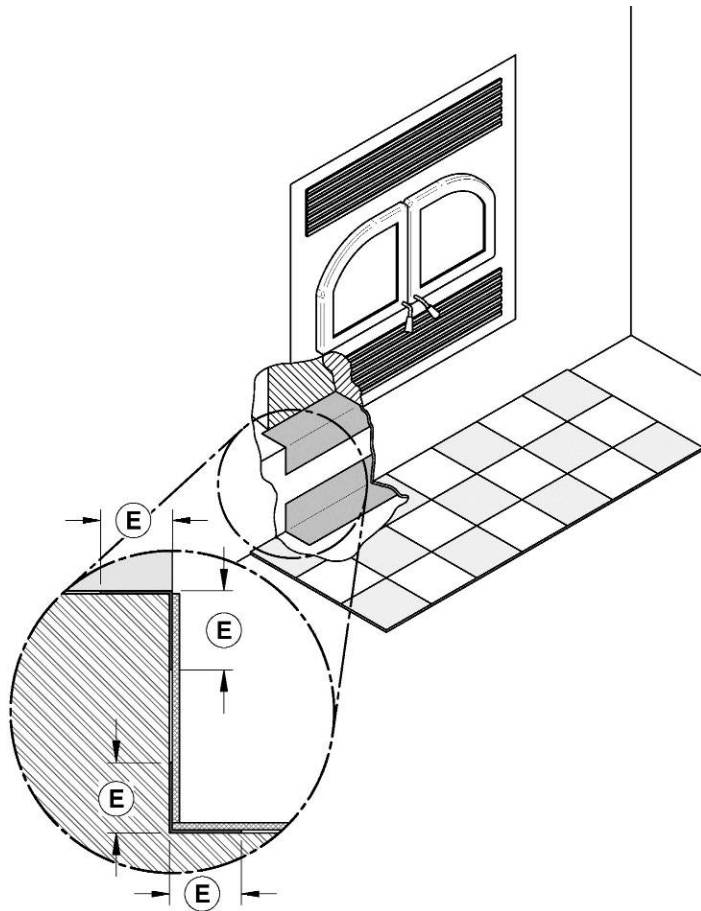

Figure 14 : Installation sur une base surélevée de plus de 4"
Les coins supérieur et inférieur, pour toute la largeur de l'extension de l'âtre, doivent être protégés de 2" horizontalement et 2" verticalement (E) par un matériel non-combustible (Voir Figure 14 : Installation sur une base surélevée de plus de 4"). Par exemple, une plaque de métal pliée (non fournie). Mis à part ces deux coins, la plaque de métal n'a pas à couvrir le reste du mur entre la base du foyer et le plancher.